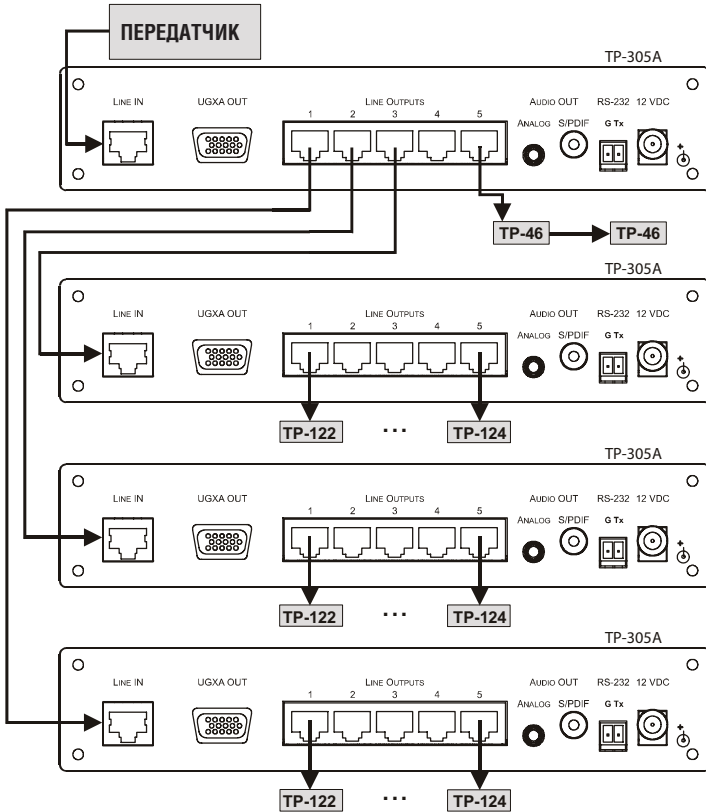

Рис. 4. Распределение сигнала на 17 приемников
В примере, приведенном на рис. 4, устройство **TP-305A** подключается к трем дополнительным устройствам **TP-305A** с помощью разъемов LINE OUTPUT типа RJ-45. Каждое из трех подключенных устройств **TP-305A** может ретранслировать сигнал в пять приемников. В общей сложности система распределяет сигнал на 17 приемников.
5. Подключите разъемы LINE OUTPUT типа RJ-45 на каждом из устройств **TP-305A** к разъемам LINE IN типа RJ-45 соответствующего приемника, как это показано на рис. 4.